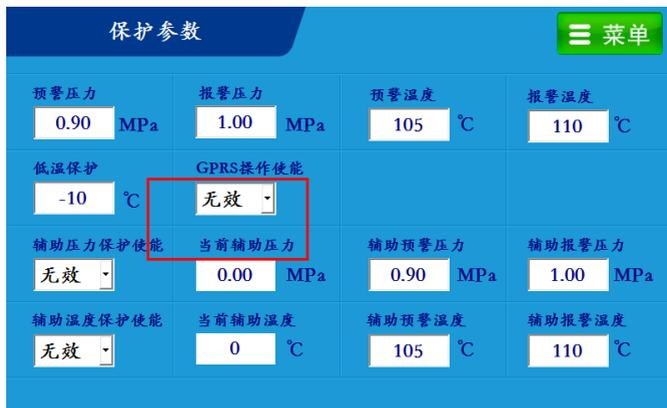

图 B.15 保护参数显示界面
- 2、图 B.15 中的参数显示仅供参考，以实际显示为准。